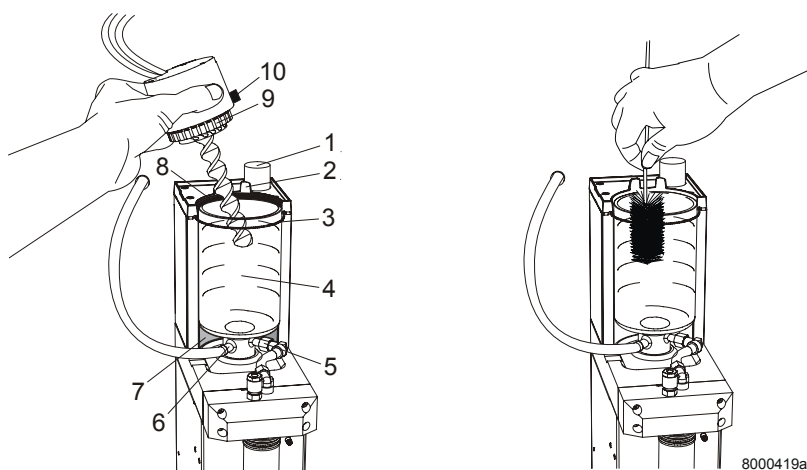

图 5：3 用柔软的试管刷进行清洁
1. 抬起搅拌器（9），将其移出滴定缸（4），放置在固定支架（1）上，见图 5：3。